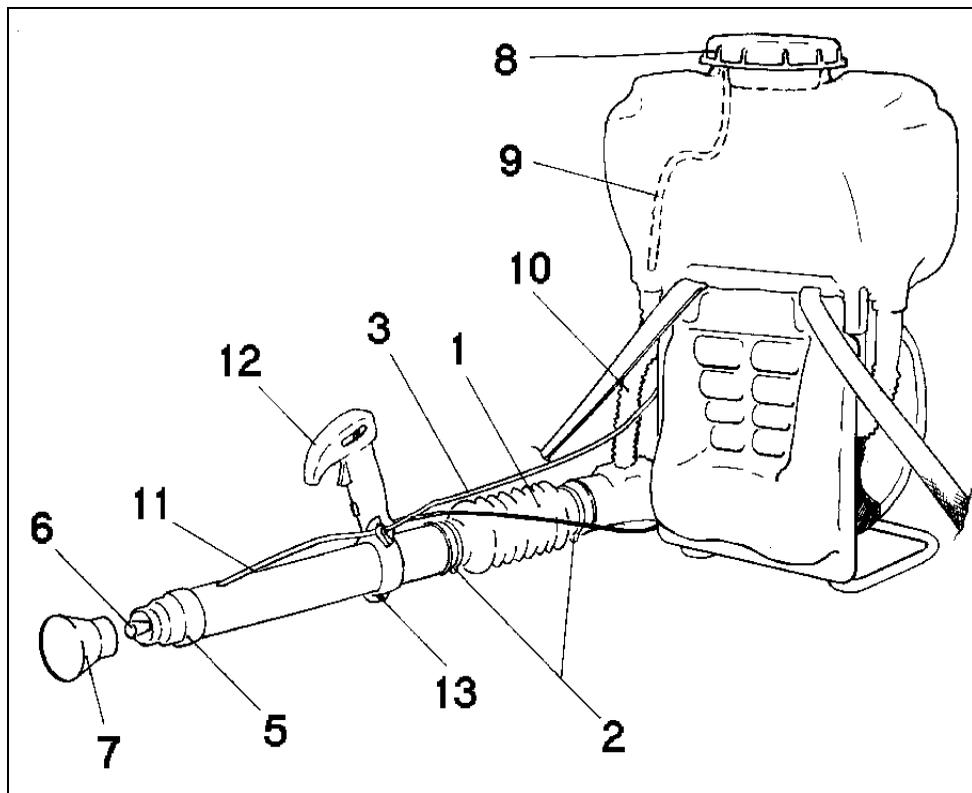

Рис. 1 Части опрыскивателя
1. установите гибкий шланг Рис.1 поз. 1 на угловой патрубков и на красный шланг подачи воздуха. Закрепите, используя хомуты Рис.1 поз.2 (см. Сумку с инструментами).
2. установите шланг Рис.1 поз.11 в рукоятку управления Рис. 1 поз.12.
3. отрегулируйте позицию удобную для оператора и зафиксируйте винтом Рис. 1 поз.13
4. установите шланг подачи раствора Рис.1 поз.3 на кран Рис. 1 поз. 12.
5. установите форсунку Рис.1 поз. 5 в распылитель рис. 1 поз.6.
6. при необходимости получить широкий угол установите насадку Рис. 1 поз. 7 на трубу Рис. 1 поз.5.